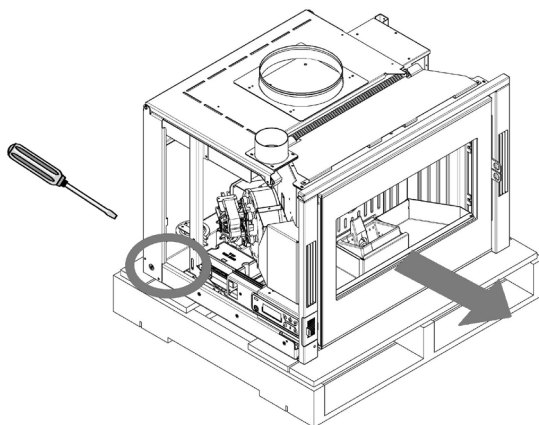

Fig. 1 - Rimozione viti
- Rimuovere le viti fissate alla base dell'inserto (vedi **Fig. 1**) e poi rimuoverlo dal bancale.